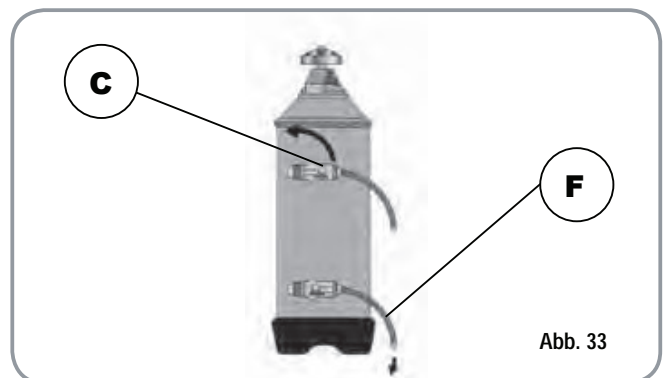

Abb. 33
2) Den Verschluss wieder einsetzen und den Hebel C wieder nach links führen (Abb. 33), Dabei hat das Salzwasser durch das Rohr F zu fließen, bis wieder Süßwasser vorliegt (1/2 Stunde).